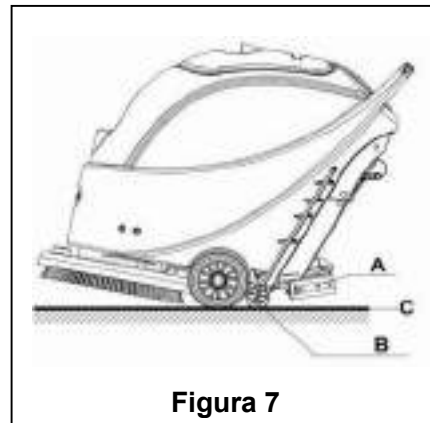

Figura 7
- Liberte o interruptor de segurança (1) para desligar o suporte de escova/almofada e a válvula solenóide.
- Pressione o interruptor de bomba de vácuo (39) para a posição "O", e a bomba do vácuo irá atrasar por 5 segundos antes de parar de funcionar.
- Pressione o interruptor de controlo de volum de fluxo de água (40) para a posição "O" para desligar completamente o funcionamento da válvula solenóide.
- Pressione o interruptor de energia (38) para a posição "O". e desligue o cabo de energia (9) da fonte de alimentação.
- Utilize o puxador de elevação do squeegee (14) para elevar o squeegee.
- Agarre o guião (2) e incline gentilmente a máquina para trás até a roda guia (B) tocar no chão. Veja a **Figura 7**.